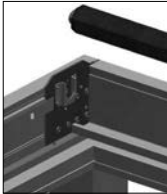

Abb. 125
- » Walzenkapsellager in Halterung stecken (Abbildung 125 und Abbildung 126)